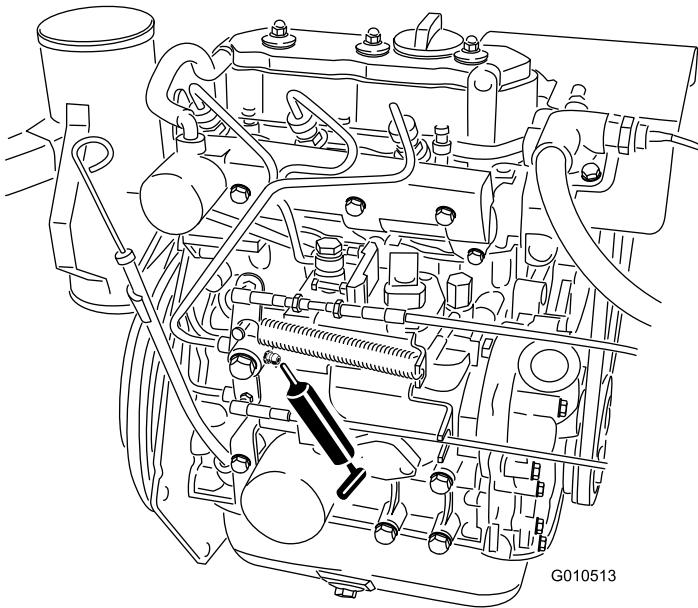

Figure 44
- Bras d'accélérateur (1) (Figure 44)